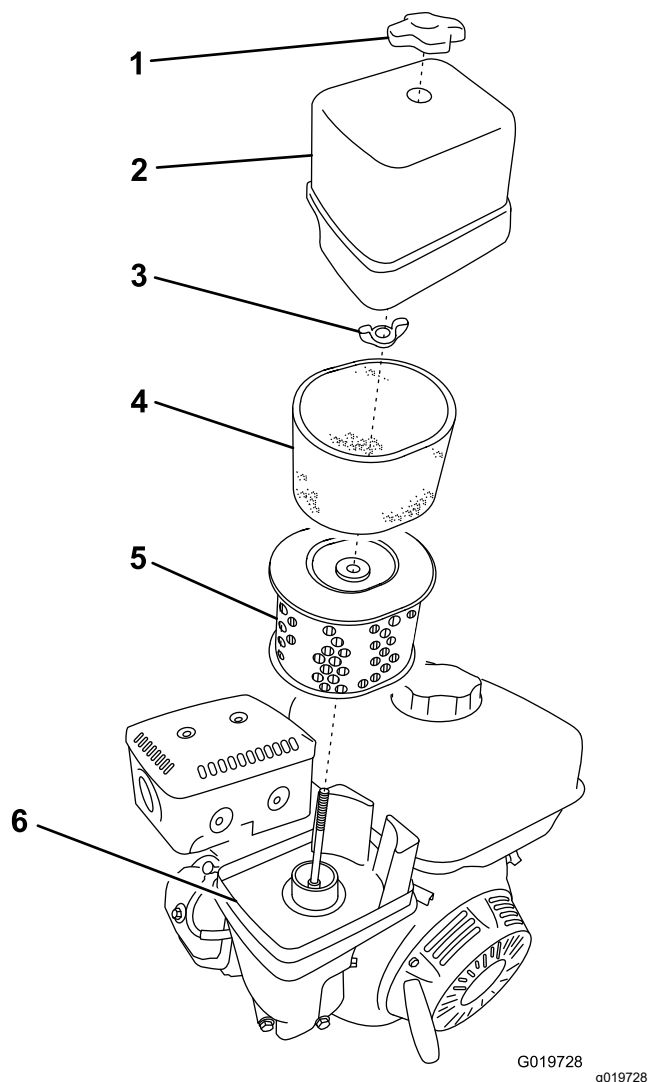

Figure 38
3. Retirez l'écrou de fixation du couvercle (Figure 38).
5. Déposez les éléments en mousse et papier de la base (Figure 38).
6. Sortez l'élément en mousse de l'élément en papier (Figure 38).